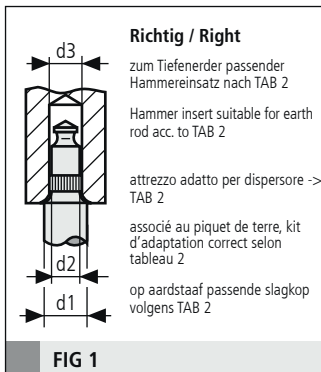

FIG 1
- DEHN-Hammereinsätze (siehe TAB 1), passend zur Type des Erders und Vibrationshammers. Die Bohrung im Hammereinsatz darf höchstens 1mm größer sein als der Zapfendurchmesser des Erders. Eine zu große Bohrung beschädigt Tiefenerder und Hammereinsatz (siehe FIG 1 und 2).
- DEHN hammer inserts (see TAB 1) suitable for the type of earth electrode and vibration hammer. The borehole of the hammer insert may be at least 1 mm greater than the tenon diameter of the earth rod. If the borehole is too large, the earth rod and the hammer insert will be damaged (see FIG 1 and 2).
- Inserti per martelli DEHN (vedi TAB 1) adatti al tipo di dispersore e del martello vibratore. Il foro nell'attrezzo deve avere un diametro non superiore ad 1 mm del diametro dello spinotto del giunto. Un foro troppo largo danneggia sia il dispersore di profondità che l'inserto per martello (vedi FIG 1 e 2).
- Kit d'adaptation pour marteau DEHN (voir TAB 1) adapté au type de piquet de terre et au marteau d'enfoncement. Le diamètre de perçage du kit d'adaptation ne devra pas dépasser de plus de 1 mm le diamètre de l'embout cannelé du piquet de terre. Un perçage trop grand endommage le piquet de terre et le kit d'adaptation (voir FIG 1 et 2). **Il est déconseillé d'enfoncer plus de trois piquets de trois piquets de terre avec le marteau d'enfoncement à moteur et sans attirail de marteau! Nous déclinons toute responsabilité au titre de la garantie en cas de détérioration ou rupture des embouts du piquet de terre.**
- DEHN-hamerinzetstukken (zie TAB 1), passend voor het type aardstaaf en indrijfhamer. De boring in de slagkop mag hoogstens 1 mm groter zijn dan de tapdoorsnede van de aardstaaf. Een te grote boring beschadigt de aardstaaf en het hamerinzetstuk (zie FIG 1 en 2).